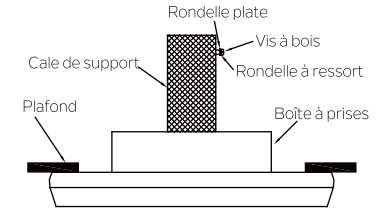

Fig. 10
**Étape 1.** Installez la vis à bois et les rondelles dans le côté de la cale qui retient la boîte à prise. Laissez 3 mm (1/8 po) entre la cale de support et la rondelle. (Fig. 10)